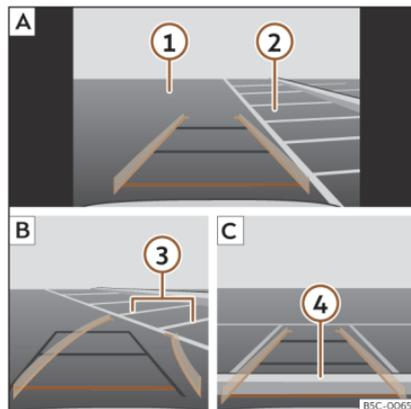

Fig. 197 Visualización en pantalla del sistema de infotainment: aparcarse con el asistente de marcha atrás.
Leyenda de la **fig. 197**:
- Sitúe el vehículo delante del hueco de aparcamiento»» fig. 197 ② [A].
- Retroceda girando el volante de manera que las líneas amarillas se introduzcan en el hueco de aparcamiento. Las líneas verdes y amarillas tienen que coincidir con las líneas de delimitación laterales ③ [B].
- Detenga el vehículo cuando la línea roja haya alcanzado la delimitación trasera ④ [C].